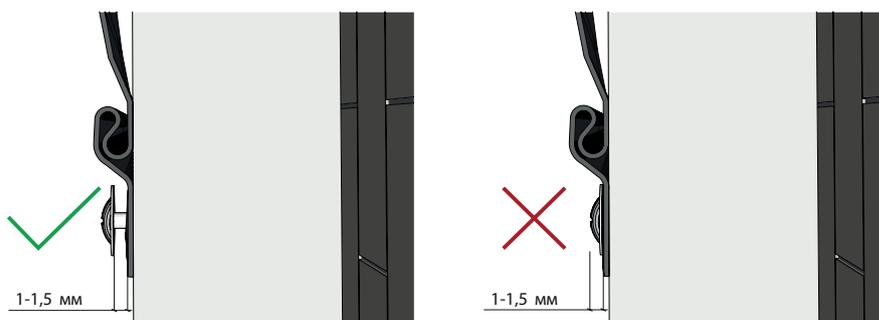

Рисунок 2
- 6.1** Между шляпкой самореза и панелью или доборным элементом необходимо оставлять зазор 1-1,5 мм (рис. 2), для возможности движения панели при тепловых расширениях.